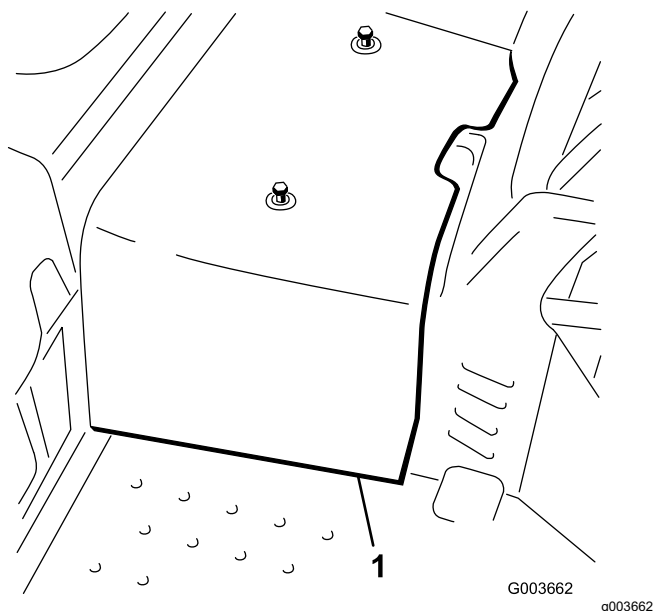

Figure 3
8. Dégagez et enlevez le carénage central du cadre (Figure 3).